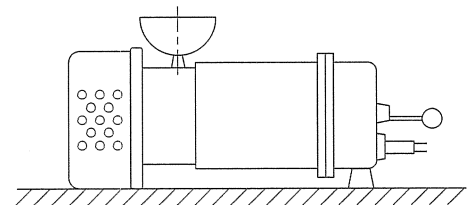

図6
- (1) ご使用の前に必ず絶縁抵抗の測定をしてください。絶縁抵抗値は1MΩ以上あれば運転に支障ありませんが1MΩ以上あっても、急に低下し始めているものは異常と考えられますので修理が必要です。
- (2) 運転中の電流値、電流計のふれを点検してください。ふれの大きい場合は異物をかみ込んでいる恐れがあります。付着した異物を取り除いてください。
- (3) 吐出し量が急激に減少している場合には、吸込口（ストレーナ部）に異物がつまっている恐れがあります。付着した異物を取り除いてください。
- (4) ポンプ性能が徐々に低下した場合は、ケーシングや羽根車の摩耗が考えられます。各部を点検し摩耗している部品は早期に交換してください。
- (5) 使用後に、メカニカルシールの潤滑油を点検・交換しますと、メカニカルシールの寿命が長くなります。この際、潤滑油に水が浸入し、白濁している場合は、メカニカルシールの不良ですので交換が必要です。潤滑油交換時には図6のように注油プラグを上にし、ポンプを水平に置いて表1に示す潤滑油を必ず規定量注油してください。この時ポンプをゆすったりして、規定量以上注油しますと、メカニカルシール室の内圧上昇により、シール寿命が著しく低下します。注油後はシールワッシャを介し注油栓を十分に締付けてください。
メカニカルシール室の潤滑油交換は6か月毎に行ってください。この潤滑油に水が混入し白濁している場合は、メカニカルシールを交換してください。潤滑油の交換時には図6のように注油栓を真上にし、ポンプを水平に置いてタービン油（#32）を表1に示されている指定量注油し注油栓ガスケットを介し注油栓を十分に締付けてください。